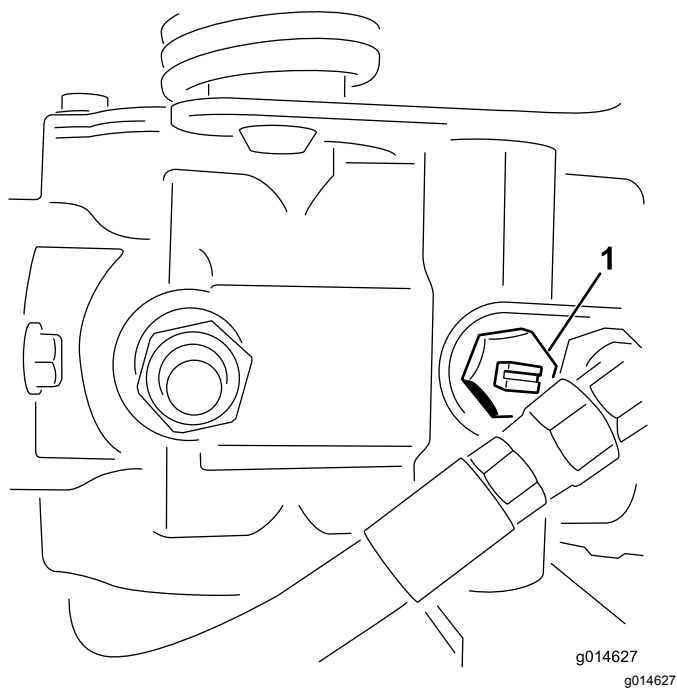

Figure 26
1. Localisez la vanne de dérivation sur la pompe et tournez-la jusqu'à ce que la fente soit verticale (Figure 26).
2. Avant de mettre le moteur en marche, fermez la vanne de dérivation (fente horizontale) (Figure 26).